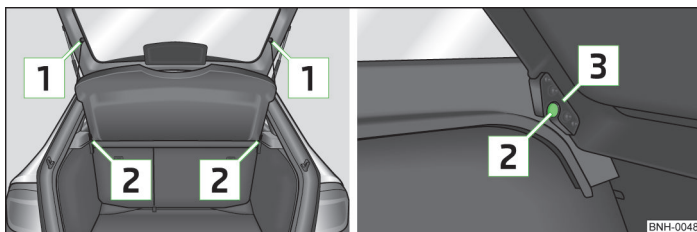

Fig. 41 Desmontar la cubierta del maletero
- Desenganchar las cintas de sujeción **1** » fig. 41.
- Colocar los alojamientos en la cubierta **3** » fig. 41 sobre los soportes **2** en el revestimiento lateral.
- Los alojamientos de la cubierta **3** » fig. 41 deben estar encastrados en los soportes del revestimiento lateral **2**.